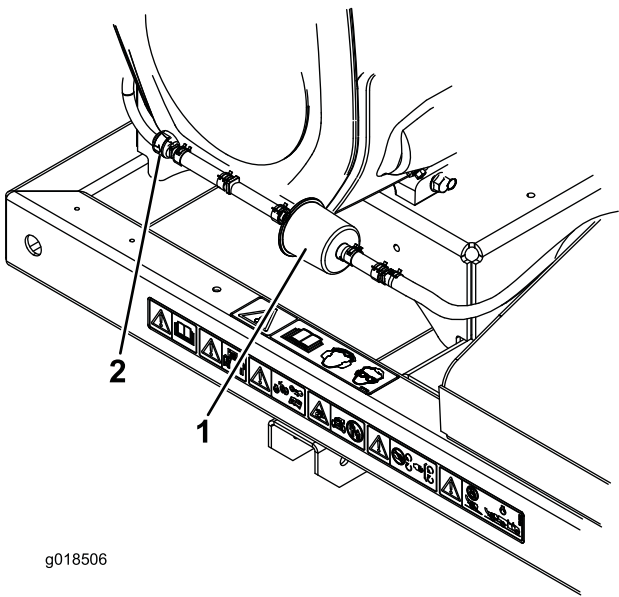

图17
- 2. 将碳罐净化过滤器两侧的弹簧型软管夹移离过滤器（图17）。
- 3. 拆下并丢弃碳过滤器（图17）。
- 4. 将新过滤器装入软管、使过滤器上的箭头指向单向阀、并使用软管夹固定（图17）。